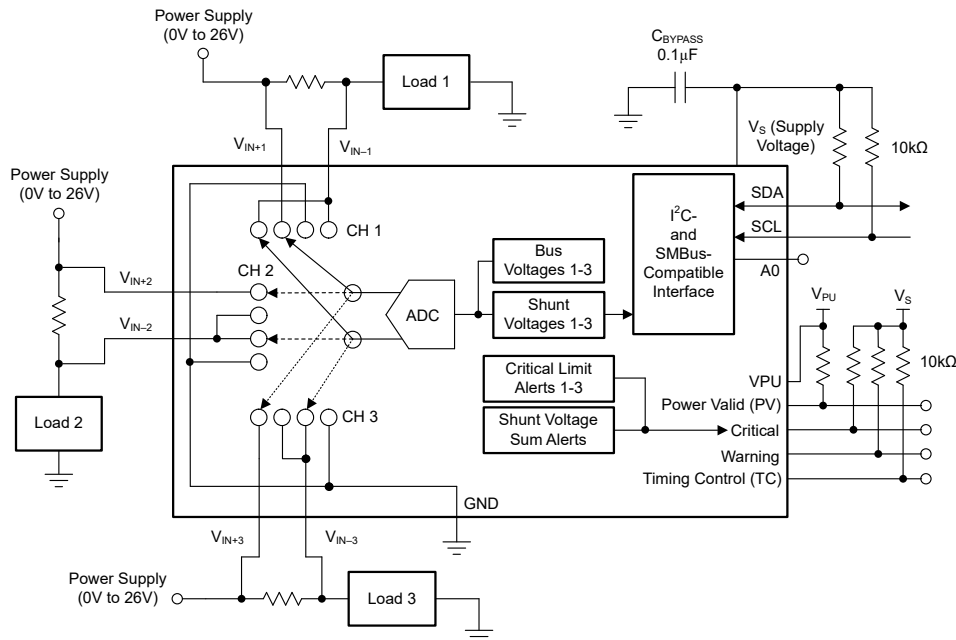

図 9-1. 過電流センサとして INA3221-Q1 を使用
図 9-1 に、3 つのチャンネルすべてを使用した代表的な INA3221-Q1 アプリケーション回路を示します。最良の性能を得るために、電源バイパスには 0.1μF のセラミックコンデンサを使用し、電源ピンおよびグランドピンのできるだけ近くに配置します。デジタルピン (SCL、SDA、クリティカル、警告、TC) は、プルアップ抵抗経由で電源に接続されています。電力有効 (PV) アラートピンは、プルアップ抵抗を経由して VPU ピンに接続され、電力有効監視が可能です。